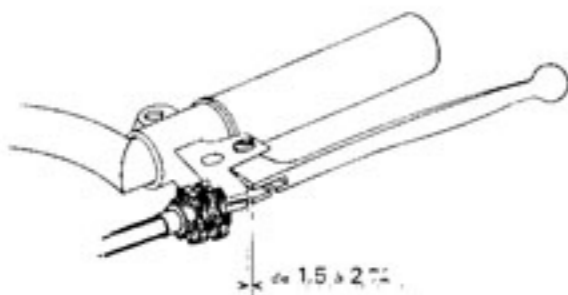

Fig. 4
- Le réglage de la garde du câble de débrayage (1,5 à 2 mm) s'obtient en agissant sur le barillet tendeur à la poignée (fig. 4).